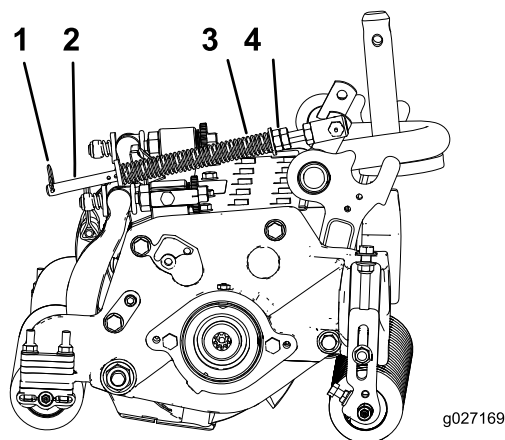

Рисунок 19
1. Убедитесь в том, что шплинт вставлен в заднее отверстие штока пружины (Рисунок 19).
2. Затяните шестигранные гайки на переднем конце штока пружины так, чтобы длина сжатой пружины была равна 15,9 см (Рисунок 19).